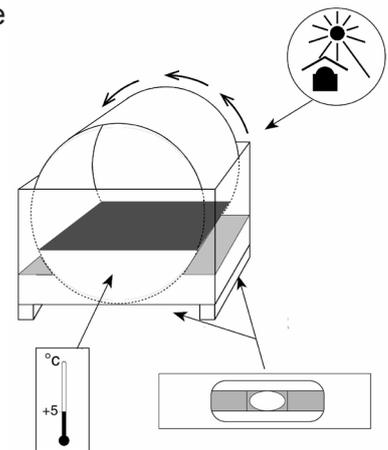

Fig. 4.1 Installation du filtre
- Le filtre doit être parfaitement horizontal dans les deux directions (voir Fig. 4.1).